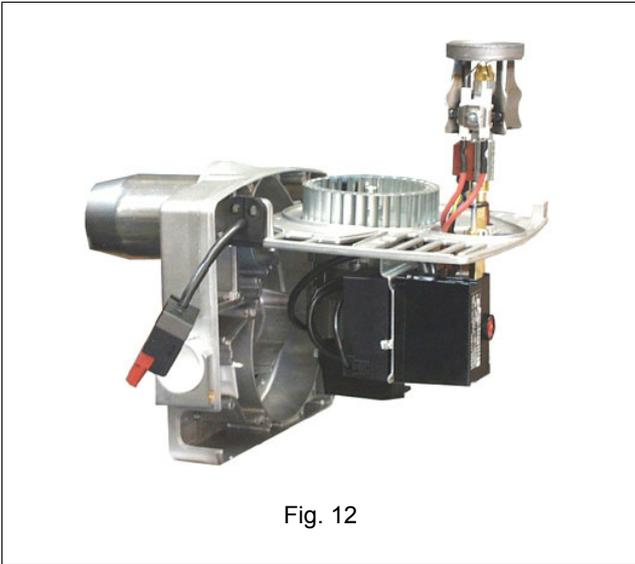
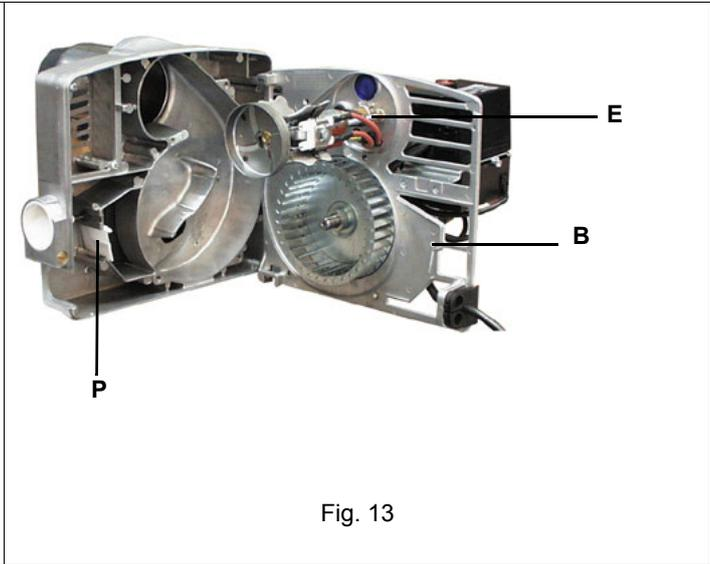

Fig. 12
Fig. 13
- Enganchar la placa en uno de los modos indicados en las Fig. 12 y Fig. 13 para facilitar las operaciones de mantenimiento.
ATENCION: los electrodos (E en Fig. 13) deben posicionarse lateralmente a la cabeza de combustión.
NOTA: al volver a montar la placa componentes, prestar atención a que el perno de la compuerta P entre en el correcto compartimiento B (ver Fig. 13).
NOTA: al volver a montar la placa componentes, prestar atención a que el perno P de la compuerta entre en el correcto compartimiento B (ver Fig. 13 en la pag. 19).